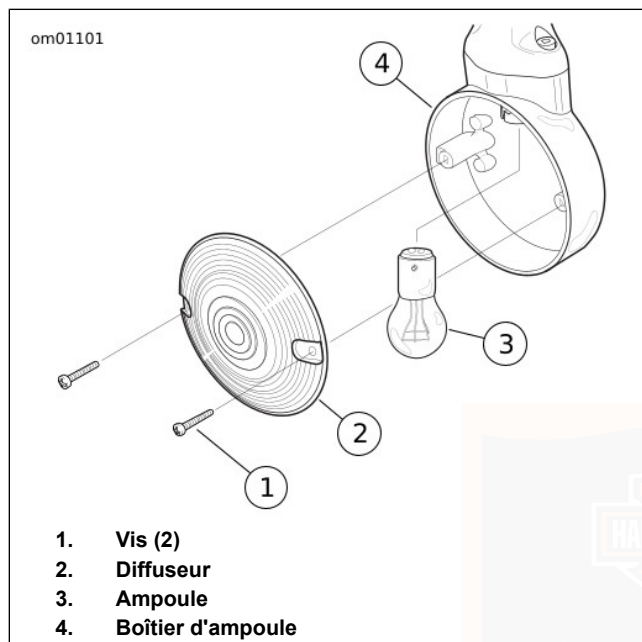

Figure 92. Ensemble de feu de direction : Diffuseur de style plat
1. Voir Figure 92. Retirer deux vis (1) pour détacher le diffuseur (2) du boîtier d'ampoule (4).
2. Tout en enfonçant l'ampoule (3), la tourner dans le sens antihoraire pour la retirer.
6. Fixer le diffuseur (2) au boîtier d'ampoule (4) à l'aide de deux vis (1).